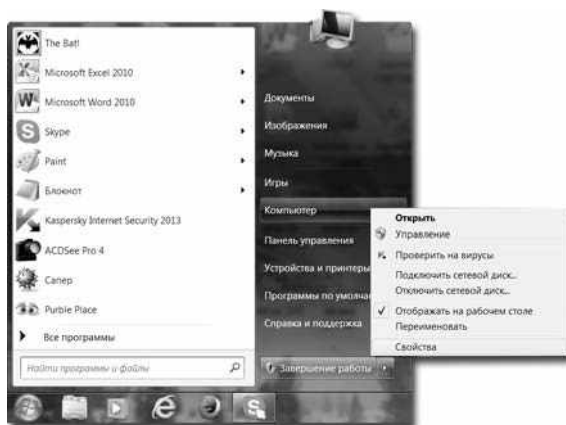

Рис. 1
3.1. Нажимаем «Пуск» → «Мой компьютер» → Правой кнопкой «Свойства» (рис.1).